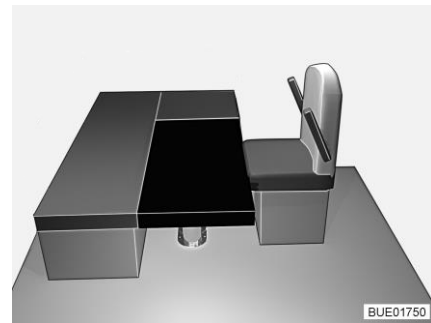

Fig. 159 Dopo la trasformazione
- Collocare il cuscino aggiuntivo rettangolare sul tavolo (davanti al cuscino dei sedili, vedi Fig. 159).